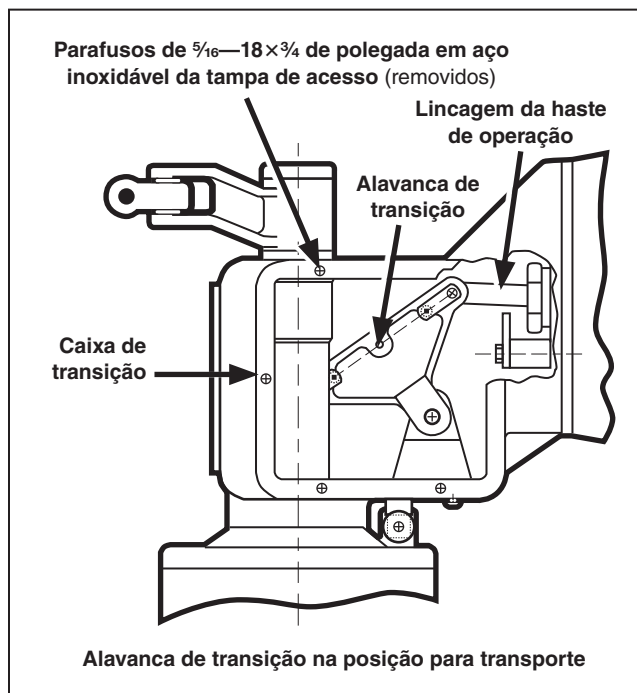
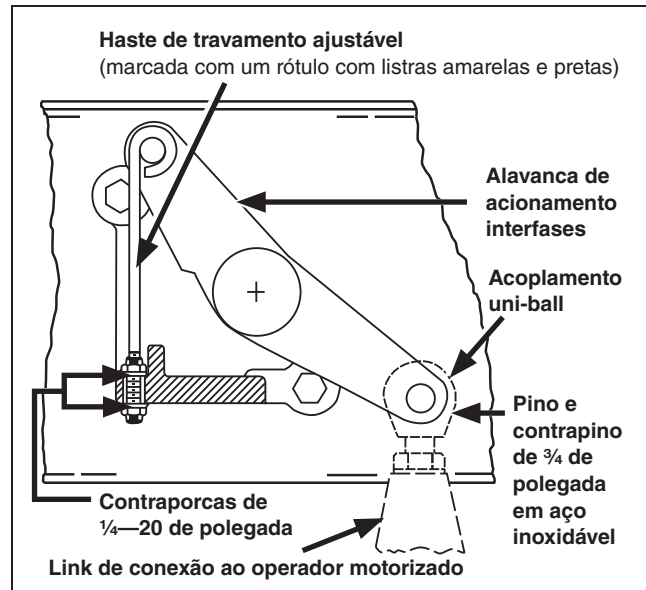
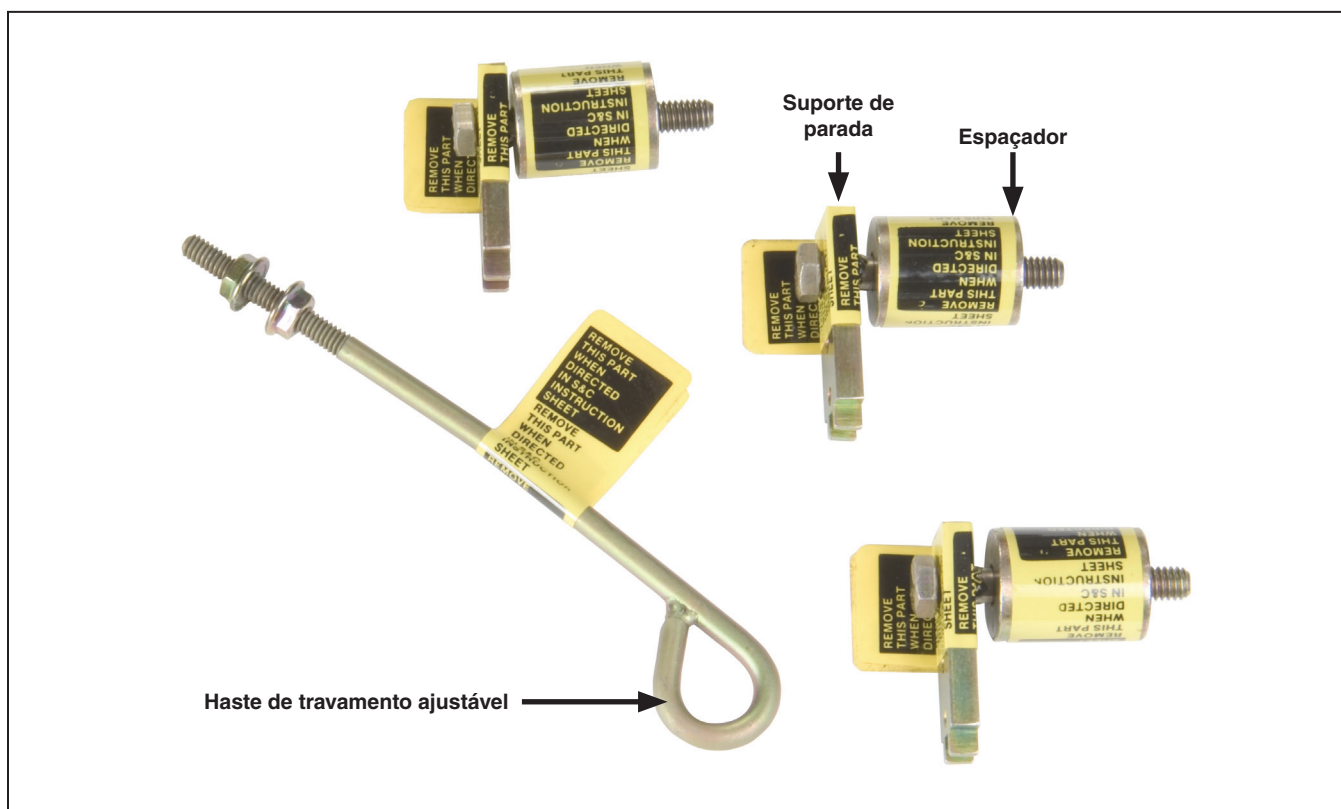

Figura 12. Preparação da haste isolada de operação para acoplamento.
Figura 15. Acoplamento do link de conexão com a alavanca de acionamento interfases.
Figura 26. Confira o fornecimento destes componentes da caixa de transição e da base de alta velocidade.
- (a) Remova os seis parafusos sextavados em aço inoxidável de $\frac{5}{16}$ — $18 \times \frac{3}{4}$ de polegada usados para conectar a tampa de acesso à lateral da caixa de transição. Ver Figura 12. Remova a tampa e guarde-a, juntamente com as ferragens associadas, em um local limpo.
PASSO 1. Conecte o acoplamento flexível (*uni-ball*) do link de conexão do operador motorizado à alavanca de acionamento interfases na base de alta velocidade usando o pino em aço inoxidável de $\frac{3}{4}$ polegada e o contrapino guardados no Passo 1 na página 14. Ver Figura 15. Uma haste de travamento ajustável (marcada com um rótulo com listras amarelas e pretas) é fornecida, conectada em fábrica à alavanca de acionamento interfases; conforme necessário, ajuste as contraporcas de $\frac{1}{4}$ —20 de polegada associadas para elevar ou abaixar a alavanca de acionamento interfases, facilitando desta forma a inserção do pino.
PASSO 2. Remova a contraporca de $\frac{1}{4}$ —20 de polegada inferior que retém a haste de travamento ajustável. Em seguida, remova e descarte a haste de travamento ajustável e as porcas. Ver Figura 15.
- O suporte de parada do interruptor e o espaçador foram removidos. Ver Figura 12 na página 20 e Figura 26.
- A alavanca de acionamento interfaces foi conectada ao acoplamento flexível (*uni-ball*) do operador motorizado. Ver Figura 15 na página 22.
- A haste de travamento ajustável acoplada à alavanca de acionamento interfaces foi removida. Ver Figura 15 na página 22 e Figura 26.